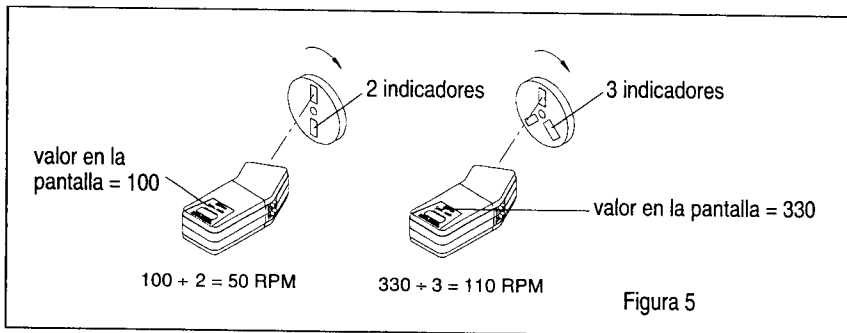

Figura 5
- divida el valor que aparece en la pantalla entre el número de indicadores para obtener las RPM reales (valor en la pantalla ÷ # de indicadores = RPM reales), ver Figura 5.